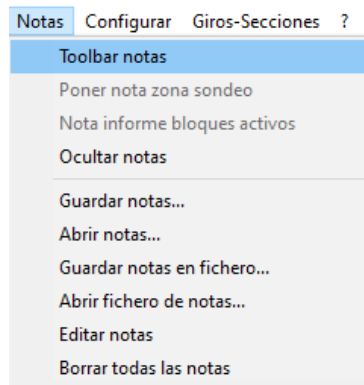

Figura 439. Notas.
73. Presionar clic en el menú superior “Notas” y activar la barra de herramientas de notas. Figura 439.